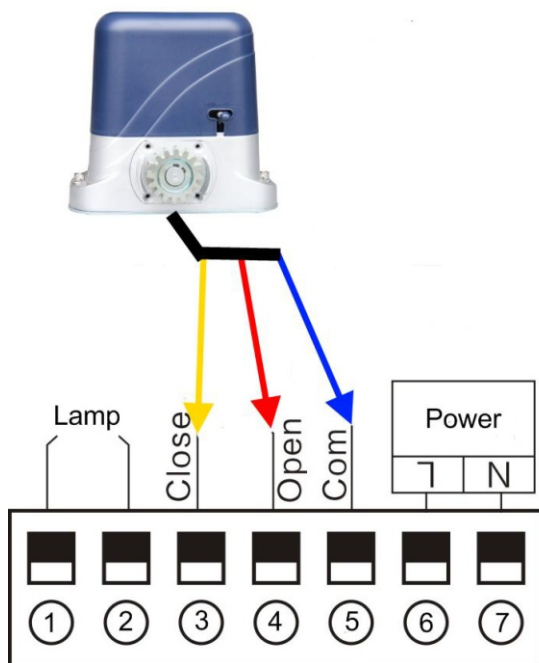

Рисунок9
14.2.2 Установка привода слева от ворот .(Смотрите рисунок 9)